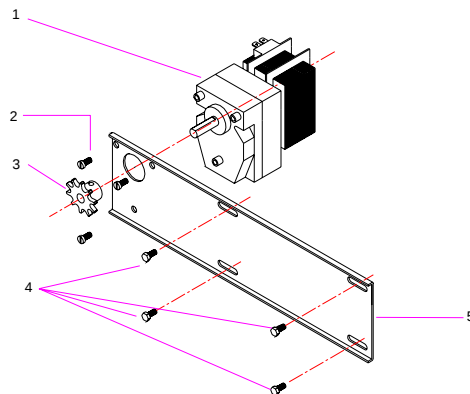

Abbildung 10
- b) Lösen Sie die Schrauben (4) Abb. 10, um die Kette zu entfernen, die das Ritzel (3) mit der Achse des ersten Schwertes verbindet.
- c) Wenn Sie dann die Kette herausgenommen haben, lockern Sie nun bitte vollständig alle Schrauben (4), um die Motorhalterung (5) gleichzeitig mit dem Getriebe zu entfernen.
- d) Lockern Sie die Schraube die das Ritzel (3) an der Getriebeachse festgeschraubt ist, um letztendlich das Getriebe von der Achse beiseite legen zu können. Lockern Sie nun alle Schrauben (2) vollständig, um dann den Getriebemotor von der Motorhalterung zu entfernen.